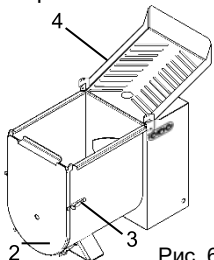

Рис. 6.4.2
- Якщо лезо було встановлено нижче внутрішньої кришки «2» Рис. 6.4.2 і зафіксуйте його на місці у закриваючи затискачі пряжки «3» Рис. 6.4.2
- Опустіть верхню решітку «4» Рис. 6.4.2